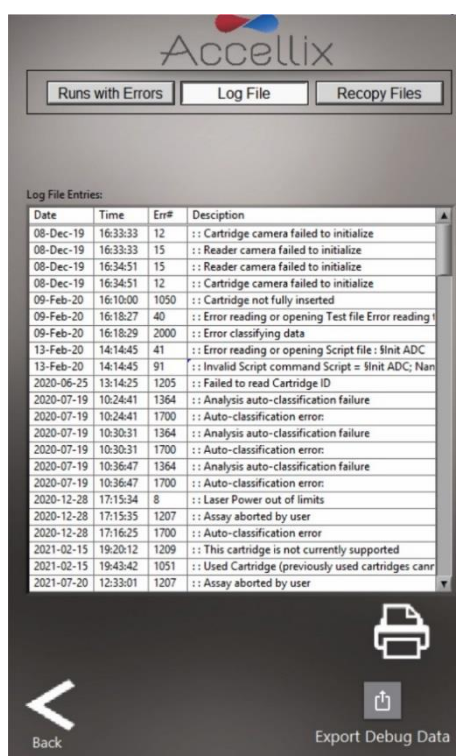

Figure 24 : écran Afficher le fichier journal
2. Si vous sélectionnez l'onglet **Log File** (Fichier journal), les entrées du fichier journal apparaissent (Figure 24). Appuyez sur l'icône Printer (Imprimante)  pour imprimer le fichier journal.